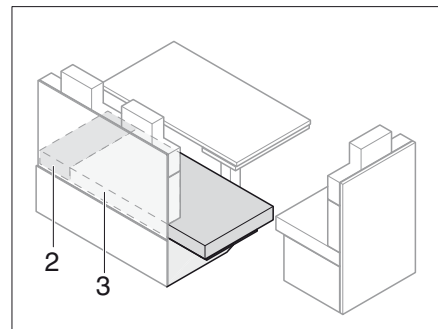

Bild 148 Efter förstoringen
- Dra sittdynorna (Bild 148,3) på sittbänksförlängningen.
- Skjut in extradynan (Bild 148,2) mellan sittdynorna (Bild 148,3) och ytterväggen.
- Ta bort extradynor (Bild 148,2).
- Dra sittdynor (Bild 148,3) på sittbänken.